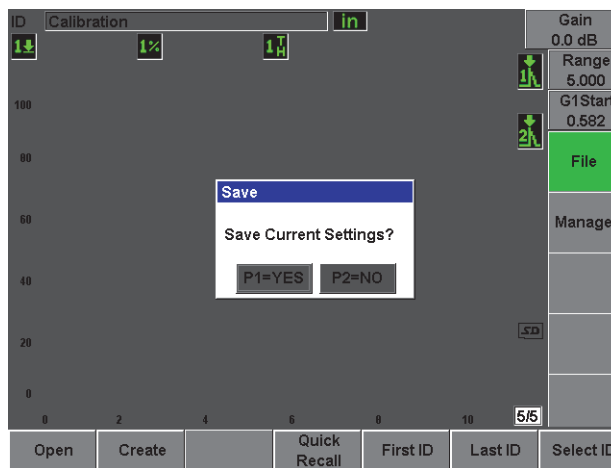

図 2-22 保存ダイアログボックス
- “保存 : Save” を押します (57 ページ図 2-22 参照)。